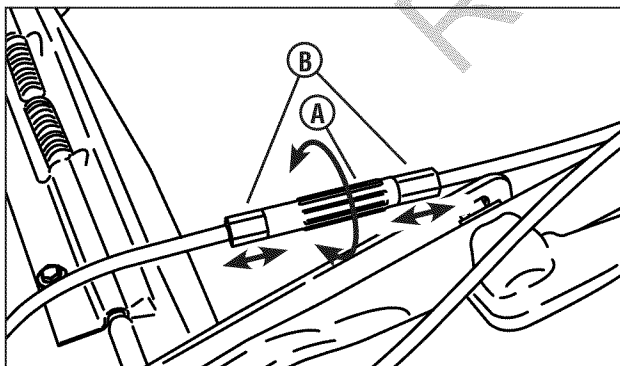

Figura 17: Ajuste del cable de guiado
- Si la transmisión no se acopla, gire el tensor (**A, Figura 17**) media vuelta para sacar las férulas (**B**) del tensor. Revise y repita esta operación cuantas veces sea necesaria.